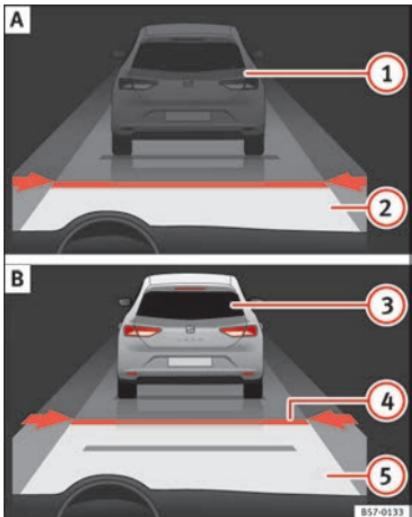

Fig. 209 Sul display del quadro strumenti: (A) ACC inattivo (Standby). (B) ACC attivo.
Indicazione sul display » fig. 209:
strumenti si accende la spia di controllo verde e sul display vengono indicati la velocità programmata e lo stato dell'ACC **» fig. 209.**
La velocità programmata può essere modificata con il veicolo sia fermo che in marcia, a seconda della preferenza. Qualsiasi modifica della velocità programmata verrà visualizzata nella parte inferiore sinistra del display del quadro strumenti **» fig. 209.**
- Per attivare l'ACC, con la terza leva situata in posizione **1**, occorre premere il tasto **SET** o collocare la terza leva dell'ACC in posizione **2** » **fig. 211**. In questo momento, l'immagine dell'ACC sul display del quadro strumenti passerà alla modalità *Attiva* » **fig. 209**.